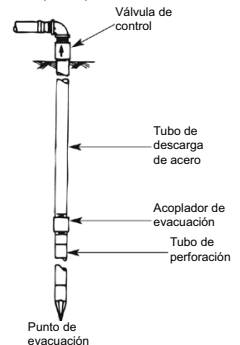

Figura 5B - Instalación del punto de descarga
1. Conecte el tubo de succión al punto de descarga como se muestra en la figura 5B. Mantenga el tramo horizontal de las tuberías lo más corto posible. Use cinta Teflon® en las roscas macho de la tubería.
2. Instale una válvula de control en el tubo de succión (Consulte la Figura 5B). La flecha del flujo de la válvula de control debe apuntar hacia la bomba.